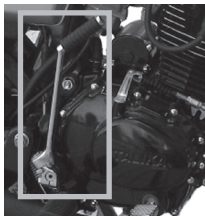

Imagen 19. Pedal de arranque
7. Oprimir el pedal de arranque fuertemente. *Ver imagen 19.*